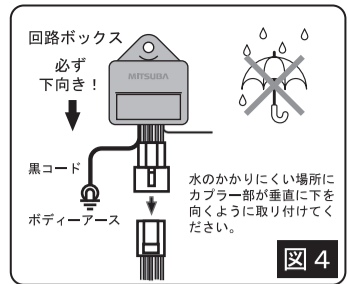

図4
- ②リード線の引き出し口が下を向くように取り付けてください。(図4参照)
- ③回路ボックスのカプラーにアリーナIII専用ハーネスのカプラーを接続してください。
- ④回路ボックスから出ている黒コードをボディーアースしてください。